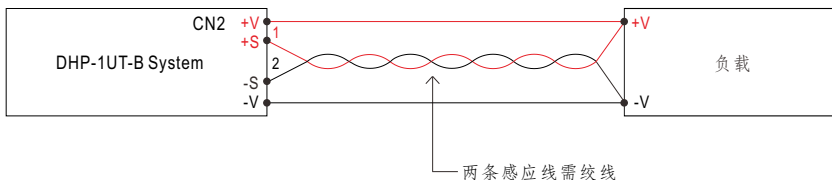

图 1-1 线压降补偿配线示意图
- ※ 使用线压降补偿功能时，必须使用绞线(避免干扰)连接到负载端(如图1-1)。